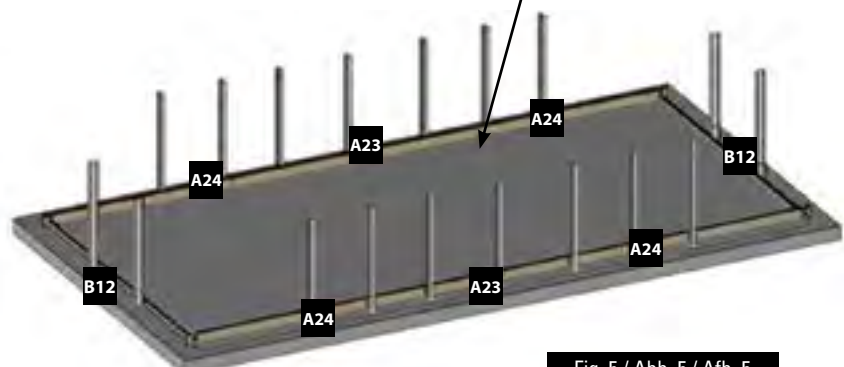

Fig. 5 / Abb. 5 / Afb. 5
**INSTALLATION OF THE FIRST LAYER OF BOARDS:** • Build the first layer placing boards (A23), (A24) and (B12) as shown by figure 5. • Adjust the shape of the pool using the inside dimensions indicated in the installation diagram (see page 44-45). • The drawing shows the inside dimensions of the pool for the different opposing diagonals. After having installed the first layer, you should check the inside dimensions of the pool.
**POSITIONNEMENT DE LA 1ÈRE RANGÉE DE MADRIERS :** • Constituez la première rangée, en disposant les madriers (A23), (A24) et (B12) comme indiqué sur la figure 5. • Ajustez la forme de la piscine en vous aidant des dimensions intérieures indiquées sur le plan d'implantation (Voir page 44-45). • Le plan donne les dimensions intérieures du bassin pour les différentes diagonales opposées.
**POSITIONIERUNG DER ERSTEN REIHE VON BRETTERN:** • Errichten Sie die erste Reihe, indem Bretter (A23), (A24) und (B12) platzieren, wie Abb. 5 zeigt. • Passen Sie die Form des Pools an, indem Sie die angezeigten Innenmaße verwenden, die in der Einbauzeichnung (Siehe Seite 44-45) aufgeführt sind. • Die Zeichnung zeigt die Innenmaße des Pools für die verschiedenen gegenüberliegenden Diagonalen.
**PLAATSING VAN DE EERSTE RIJ PLANKEN:** • Construeer de eerste rij door het plaatsen van planken (A23), (A24) en (B12) zoals te zien is op afbeelding 5. • Plan de vorm van het zwembad aan waarbij u gebruik maakt van de interne afmetingen die zijn aangegeven op het montageplan (Zie pagina 44-45). • Het plan geeft interne afmetingen van het zwembad aan voor de verschillende tegenover elkaar liggende diagonale lijnen.